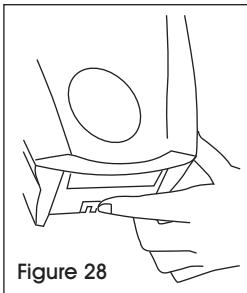

Figure 28
1. Ouvrez le distributeur en pressant le loquet de déblocage vers le haut (ou encore avec la clé si le distributeur a été converti au mode de verrouillage à clé). Le loquet se trouve au centre du bord inférieur de la partie arrière du distributeur. Tout en pressant le loquet de déblocage d'une main, ouvrez le distributeur en plaçant l'autre main au-dessus tout en dirigeant le couvercle vers l'avant. (Voir Figure 28)